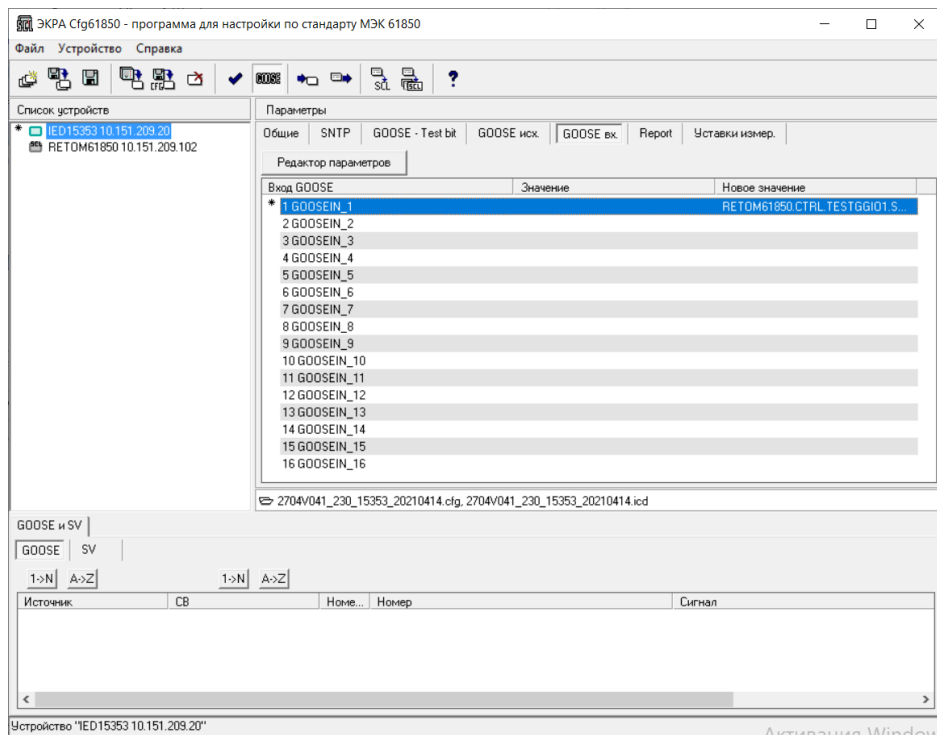

Рис. 88. GOOSE вх. терминала ЭКРА. 1 GOOSEIN_1
15) Назначить исходящее goose – сообщение, настроенное в PETOMe, перетащить CTRL.Testggio01.SPCS01.sTVa1 на соответствующий «1 GOOSEIN_1» (рис. 88).